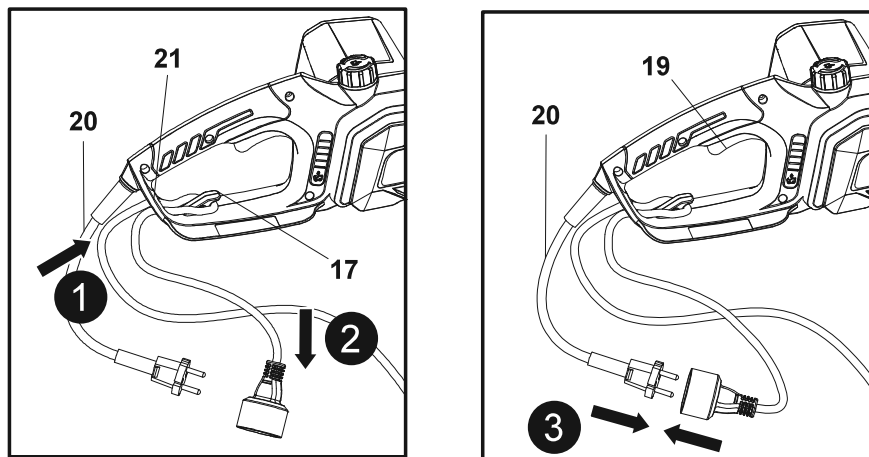

Fig. 12
1. Dobre o prolongador para trás, cerca de 40 cm a partir da extremidade, e introduza o laço pelo orifício da proteção traseira (21) (Fig. 12, passo 1).
2. Passe o prolongador sobre o retentor de cabo (17) e puxe-o com cuidado para garantir que está bem seguro (Fig. 12, passo 2).
3. Ligue o cabo de alimentação (20) à tomada do prolongador (Fig. 12, passo 3).